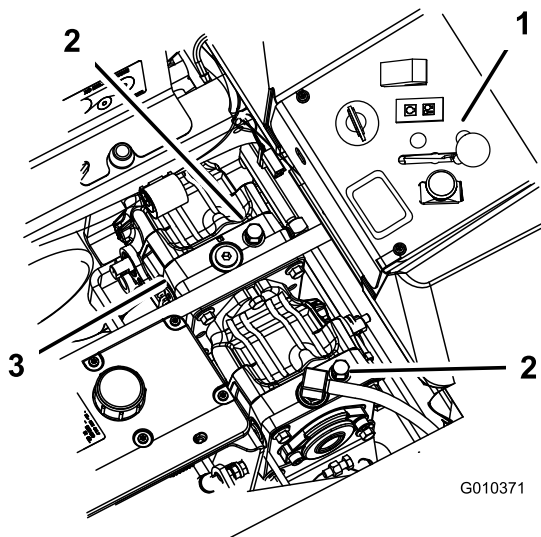

Figura 37
2. Gire las válvulas de desvío una vuelta en sentido antihorario para empujar la máquina (Figura 37).
Gire las válvulas de desvío una vuelta en sentido horario para conducir la máquina (Figura 37).